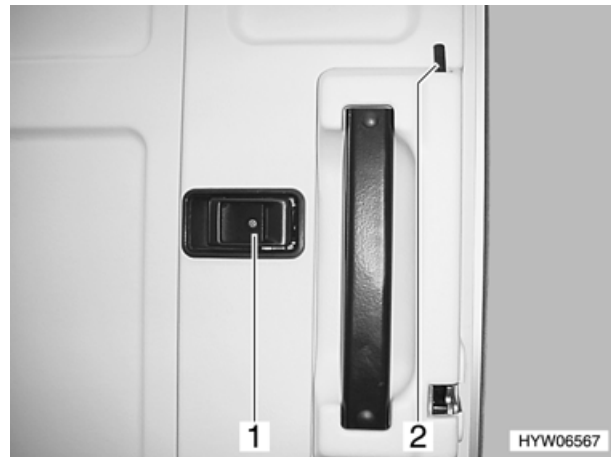

Bild 19 Türschloss Eingangstür, innen
- Am Griff (Bild 19,1) ziehen. Das Türschloss wird entriegelt.
- Sicherungsknopf (Bild 19,2) nach unten drücken.